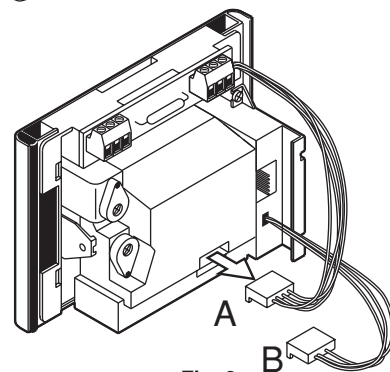

Fig. 2
2. Sfilare dal modulo telecamera il connettore A (fig.2)